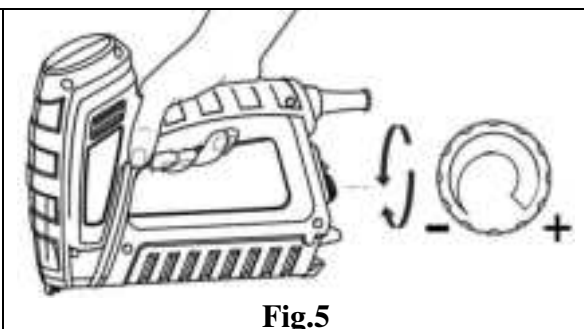

Fig.5
4.4- Réglage la force de frappe (Fig.5)